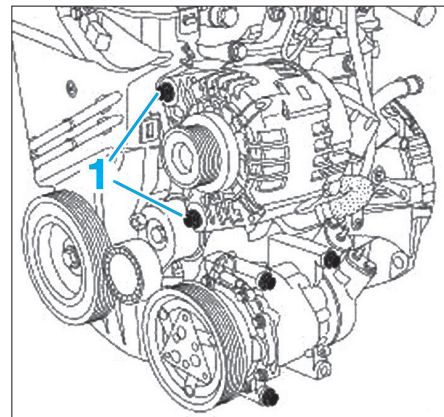

FIG. 2
- Déposer les vis de fixation (1) de l'alternateur (Fig.2).